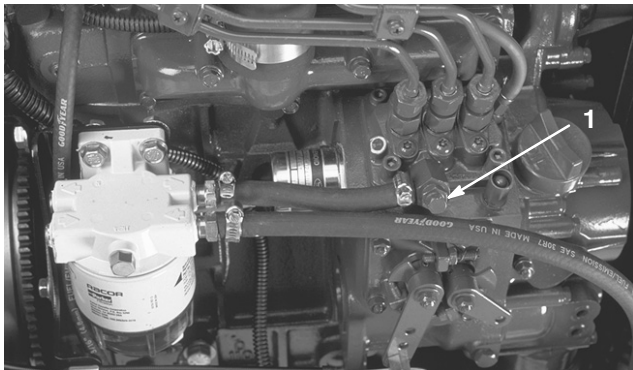

Bild 21
3. Öffnen Sie die Entlüftungsschraube an der Kraftstoffeinspritzpumpe (Bild 21).